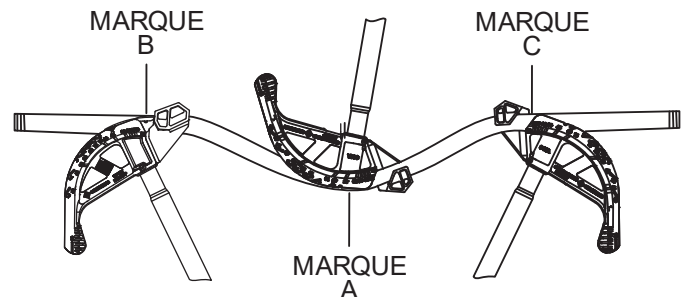

Figure 10
- Suivre la séquence de cintrage : B>A>C ou C>A>B. Aligner les marques de cintrage MARQUE B et C avec la flèche et MARQUE A avec l'encoche de dos d'âne. L'angle de cintrage à la MARQUE A sera le double de l'angle de cintrage pour B et C. (Fig. 10)